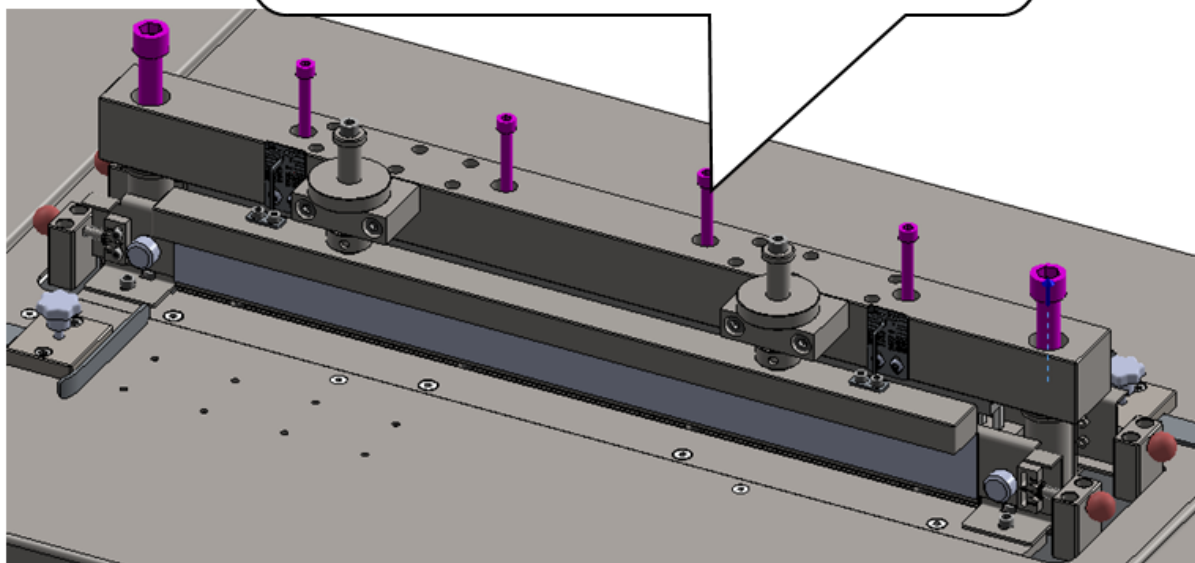
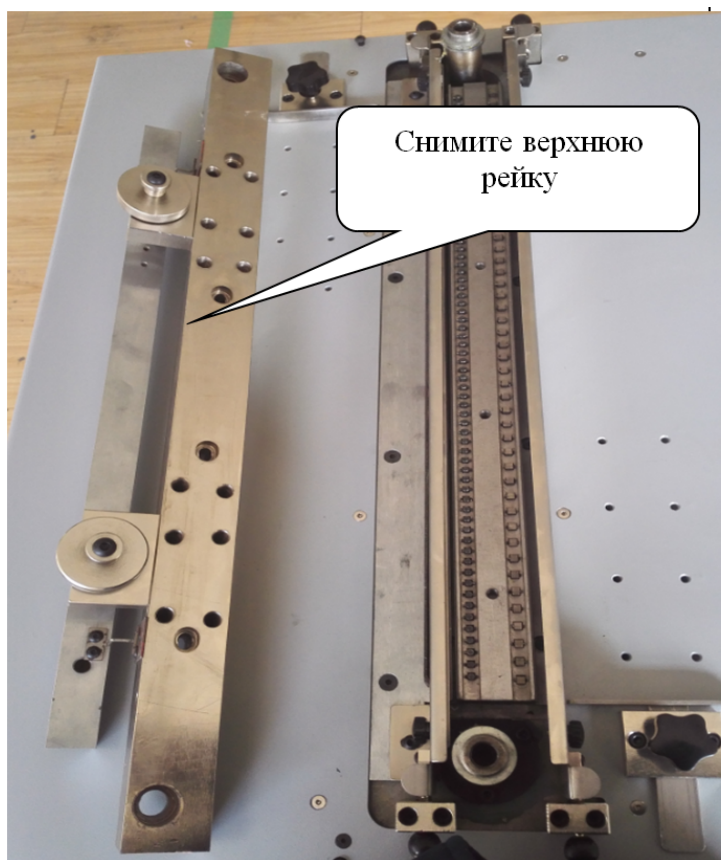

Рисунок 1
Рисунок 2
2. Открутите 2 винта M16 и 4 винта M8 (рисунок 1) и снимите верхнюю рейку (рисунок 2).